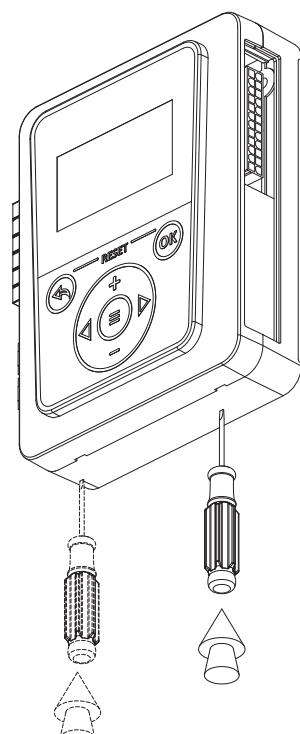

Рис.18 Демонтаж лицевой панели
2. снимите лицевую панель контроллера, ослабив защелки с помощью отвертки (**рис.18**);